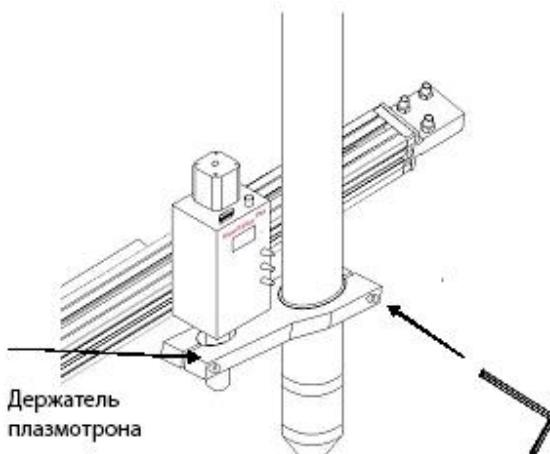

Рис. 7.7. Установка плазмотрона.
**3.** В зависимости от конструкции держателя плазмотрона установите и закрепите плазмотрон (См. рис. 7.7).